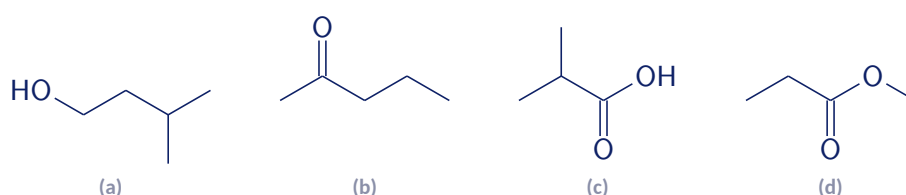

Figure 1 — Quatre molécules organiques en écriture topologique
- 1.1** Pour chaque molécule de la figure 1, donner le nombre d'atomes de carbone puis la formule brute ; écrire la formule semi-développée de (a) et de (d).